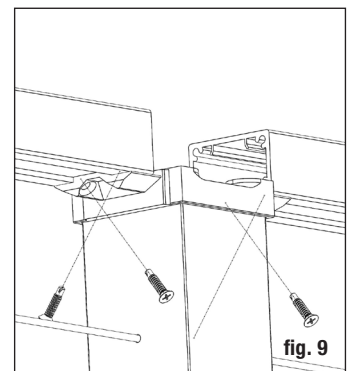

fig. 9
**Paso 10** Coloque el riel entre los postes. Compruebe el nivel de extremo a extremo y verticalmente. Fije los soportes al poste en un extremo. Repita para el otro extremo. *Consejo: Utilice una broca de extensión para evitar dañar el riel con el portabrocas. Instale todos los rieles antes de instalar el cable.* (fig. 9)